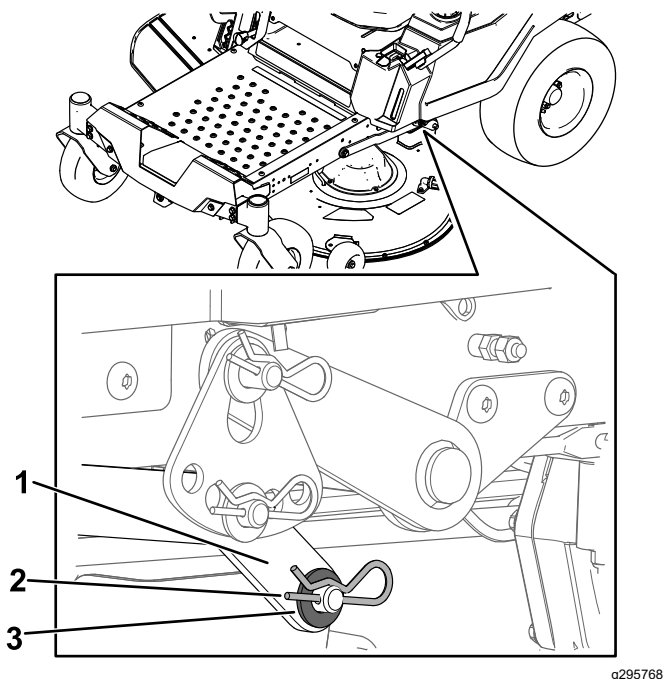

Figura 74
6. En un lado de la máquina, retire la arandela y la chaveta del pasador de la carcasa (Figura 74).
de elevación en el pasador de la carcasa (Figura 74).
6. Instale el brazo de elevación usando la arandela y la chaveta (Figura 74).